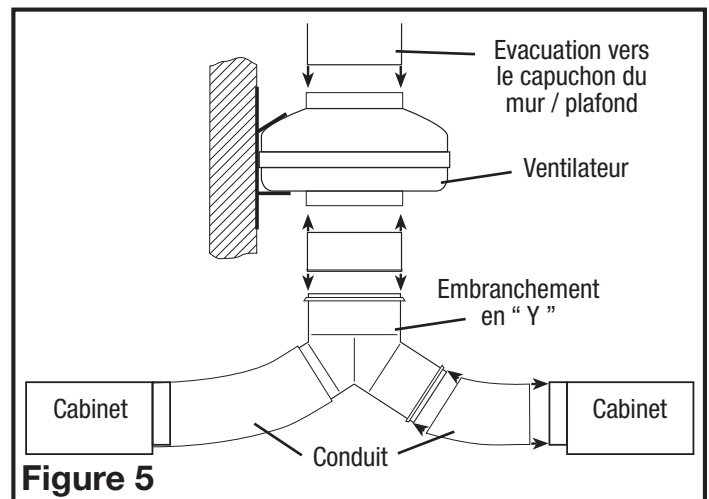

Figure 5
- Raccordez une extrémité du conduit (non inclus) au collet / clapet au niveau de la pièce et l'autre extrémité à l'embranchement en "Y". Fixez les deux extrémités en place en utilisant du ruban ou un serre-joint afin de créer un joint aussi étanche que possible. Répétez cette étape pour le châssis de la grille de l'autre pièce (**Figure 5**).
- Raccordez une extrémité du conduit à la partie supérieure de l'embranchement en "Y" et l'autre extrémité à la prise d'entrée du ventilateur (Figure 5).
- Raccordez une extrémité du conduit à l'évacuation du ventilateur et l'autre extrémité à un capuchon de mur ou de plafond (Figure 5). Toujours canaliser le ventilateur vers l'extérieur par le biais d'un capuchon de mur ou de plafond.